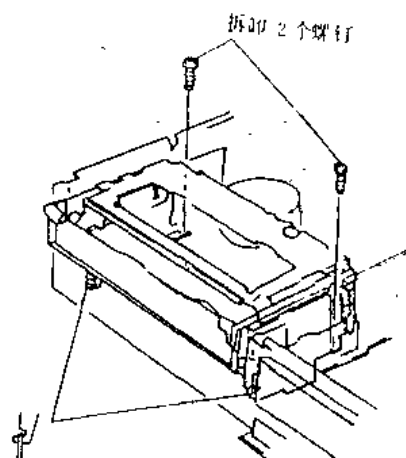
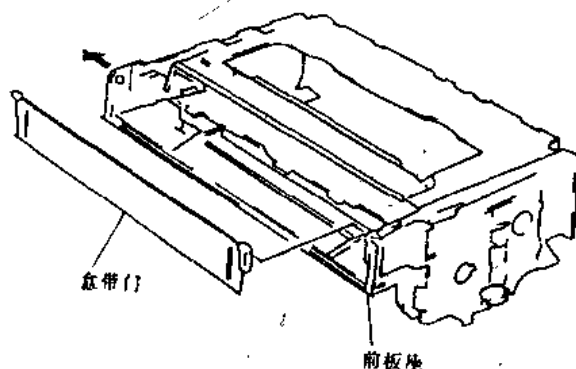

图 1-10
图 1-11
②拆卸 2 个螺钉, 如图 1-10 所示。
③将机构的后部拿起来, 并释放前板座面上的配件。
(2) 拆卸盒带门
步骤: ①将前板座左边向外 (图 1-11 中箭头方向) 压。
②拆卸盒带门, 如图 1-11 所示。